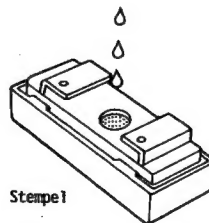

Fig. 5
4. 2 - 3 Tropfen Tinte in die dafür vorgesehene Öffnung füllen (Abb.5).